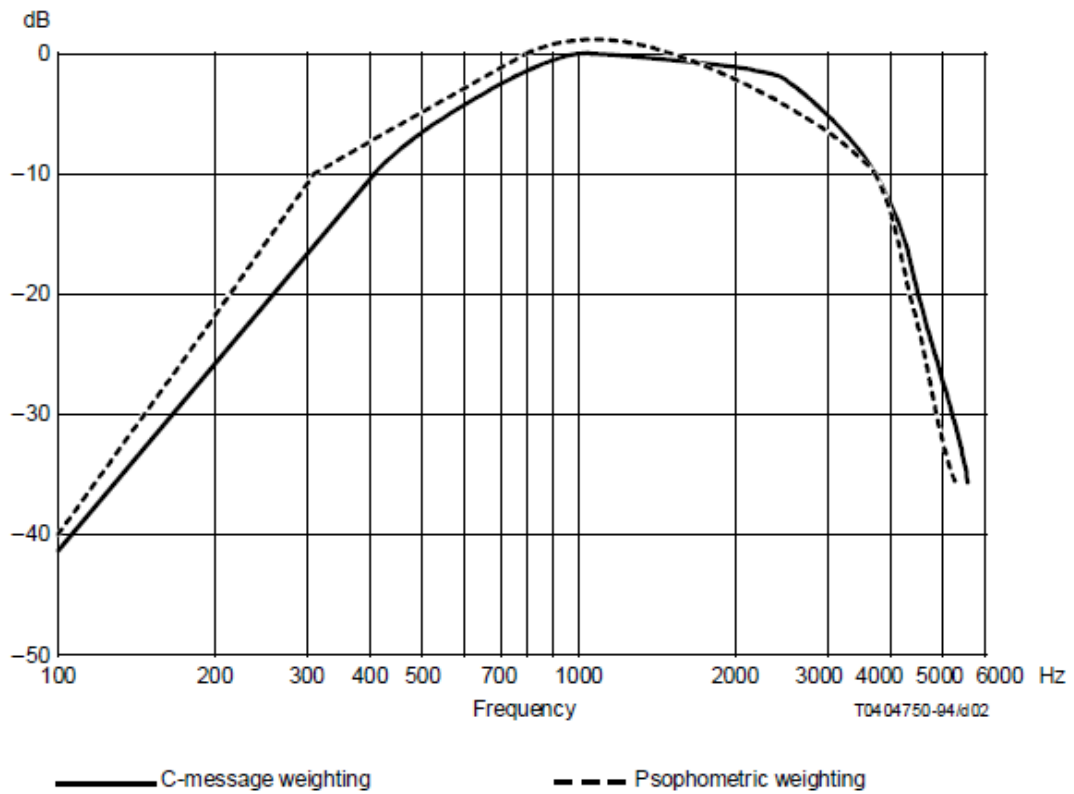

Abb. 7.103: Hinzufügen von Autokorrelation und Kreuzkorrelation
Durch einen Klick auf „+“ in der Kanalliste öffnet sich das Fenster zur Auswahl der verschiedenen Mathematik Funktionen. Unter den Basis-Mathematikfunktion befindet sich die Option zum Hinzufügen einer Korrelation (siehe Abb. 7.103). Es ist möglich unter einer Autokorrelation oder einer Kreuzkorrelation zu wählen. Drücken Sie anschließend auf den „Hinzufügen“ Button im rechten unteren Eck des Fensters und es wird automatisch ein neuer Korrelationskanal in der Kanalliste unter dem angegebenen Gruppennamen (siehe ③ in Abb. 7.103) hinzugefügt.
Die Autokorrelation (siehe ① in Abb. 7.103) beschreibt mathematisch gesehen die Faltung eines Signals mit sich selbst und wird verwendet, um Periodizität in Signalen zu erkennen, z.B. bei modulierten und verrauschten Signalen.
Die Kreuzkorrelation (siehe ② in in Abb. 7.103) beschreibt mathematisch gesehen die Faltung eines Signals x mit einem anderem Signal y. Die Kreuzkorrelation wird z.B. dazu verwendet identische Komponenten in 2 verschiedenen Signalen zu erkennen oder die Verzögerungszeit zwischen 2 Signalen zu analysieren.